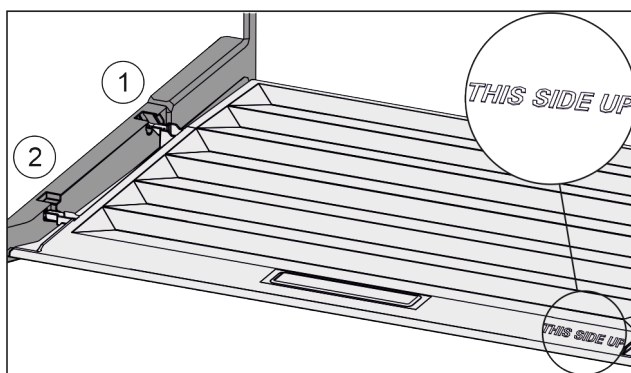

Fig. 98
- ▶ Výstupky veka zaveďte cez otvor zadného držiaka Fig. 98 (1) a zaistite vpredu v držiaku Fig. 98 (2).